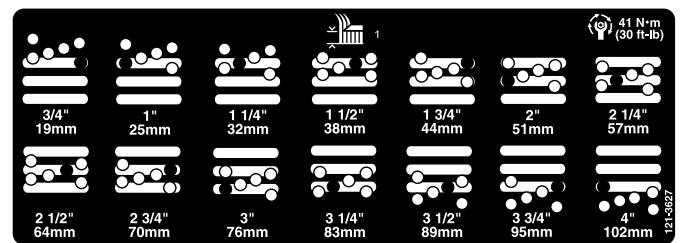

Figura 13
5. Mueva la cámara a la altura deseada e instale un espaciador en el taladro y la ranura de altura de corte deseados (Figura 13)